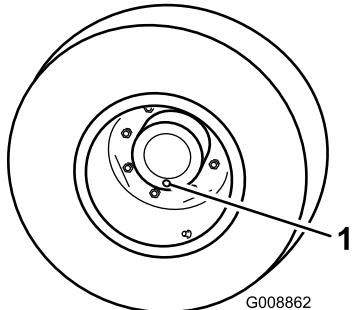

Figura 89
- Coloque a máquina numa superfície nivelada, posicione uma roda de forma a que um dos tampões de verificação se encontre na sua posição mais baixa (6 horas) (Figura 89).